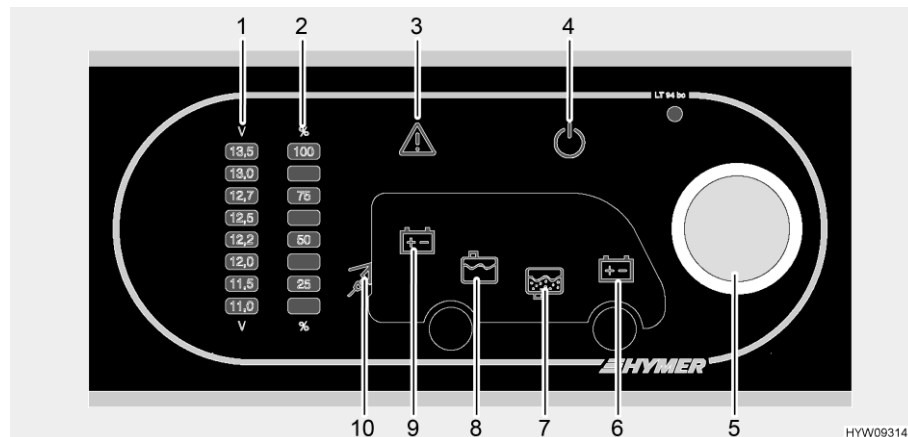

Fig. 144 Pannello di controllo (LT 94)
Il pulsante a rotazione (Fig. 144,5) inserisce o disinserisce il pannello di controllo e l'alimentazione a 12 V dell'abitacolo.
- Premere il pulsante a rotazione (Fig. 144,5): L'alimentazione a 12 V dell'abitacolo è inserita. La spia di controllo a 12 V (Fig. 144,4) diventa verde.
- Premere il pulsante a rotazione (Fig. 144,5): L'alimentazione a 12 V dell'abitacolo è disinserita. La spia di controllo a 12 V (Fig. 144,4) si spegne.
Mediante il pulsante a rotazione (Fig. 144,5) si possono interrogare sia la tensione della batteria dell'abitacolo che la tensione della batteria di avviamento. La tensione viene visualizzata sulla scala indicatore per la tensione della batteria (Fig. 144,1).
- Ruotare il pulsante a rotazione (Fig. 144,5), finché si accende il simbolo della batteria della quale deve essere interrogata la tensione.
Viene indicata la tensione della batteria dell'abitacolo (Fig. 144,9)
Viene indicata la tensione della batteria di avviamento (Fig. 144,6)
- Leggere la tensione sulla scala indicatore della tensione della batteria (Fig. 144,1).
Mediante il pulsante a rotazione (Fig. 144,5) si possono interrogare sia il livello del serbatoio dell'acqua che il livello del serbatoio delle acque grigie. Il livello viene visualizzato sulla scala indicatore livello dei serbatoi (Fig. 144,2).
- Ruotare il pulsante a rotazione (Fig. 144,5), finché si accende il simbolo del serbatoio del quale deve essere interrogato il livello.
Viene indicato il livello del serbatoio dell'acqua (Fig. 144,8)
Viene indicato il livello del serbatoio delle acque grigie (Fig. 144,7)
- Leggere il livello sulla scala indicatore del livello serbatoio (Fig. 144,2).
La spia luminosa Alarm (Fig. 144,3) lampeggia non appena i valori limite fissati vengono superati per eccesso o per difetto.
La spia luminosa Alarm (Fig. 144,3) lampeggia non appena la tensione della batteria scende al di sotto di 11 V. Se l'alimentazione a 12 V è accesa, si accende anche il relativo simbolo della batteria (Fig. 144,6 o 9), e l'indicatore "11,0" sulla scala indicatore della tensione della batteria (Fig. 144,1) lampeggia. Rischio di uno scaricamento totale della batteria.
La spia luminosa Alarm (Fig. 144,3) lampeggia ed il relativo simbolo del serbatoio (Fig. 144,7 o 8) si accende non appena il serbatoio dell'acqua è vuoto o il serbatoio delle acque grigie è pieno.
La spia di controllo a 230 V (Fig. 144,10) si accende quando all'ingresso della centralina elettrica è presente una tensione di rete.